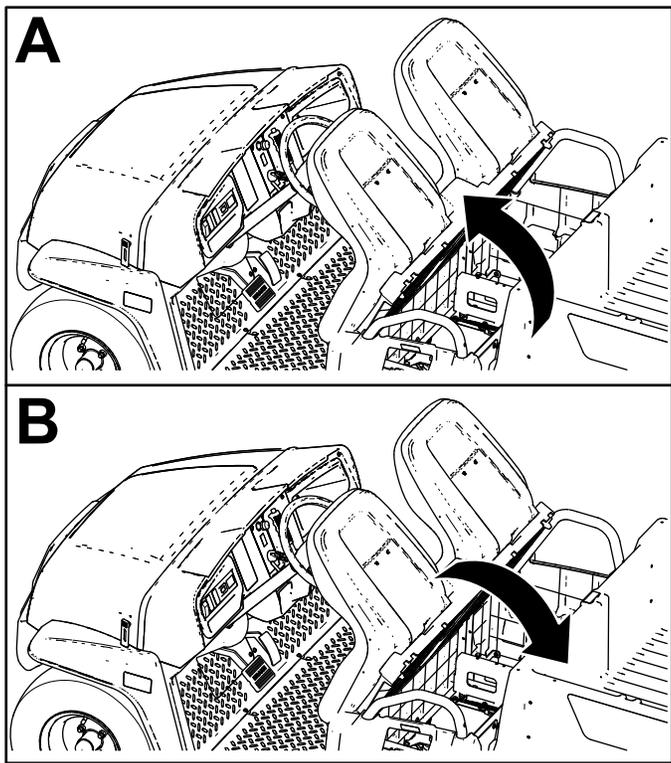

図 26
座席アセンブリを倒すには、アセンブリがハンドルに当たるまで前方に倒します 図 26。
座席アセンブリを通常位置に戻すには、アセンブリを後方倒します 図 26。
1. 座席ベースを前に倒す 図 26。